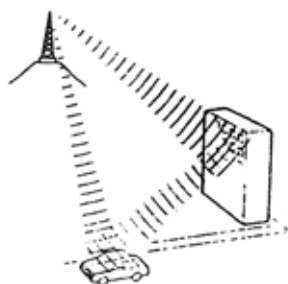

图 9-153
2) 多路传输, 如图 9-153 所示。由障碍物反射的无线电波引起的杂音称为“多路传输”。